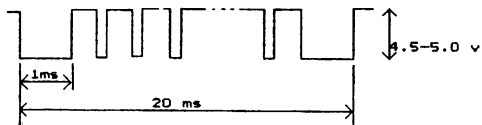

Рис. 3
- Sync - сигнал синхронизации для подключения к цветному телевизору (рис. 3);